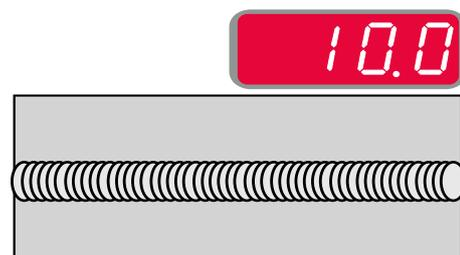

Figura 17
- Frecuencia mayor de 0,0 – Soldadura estrecha y espaciado del rizo, velocidad de desplazamiento rápida. La Figura 17 muestra el espaciado de la soldadura cuando la frecuencia es "+10".